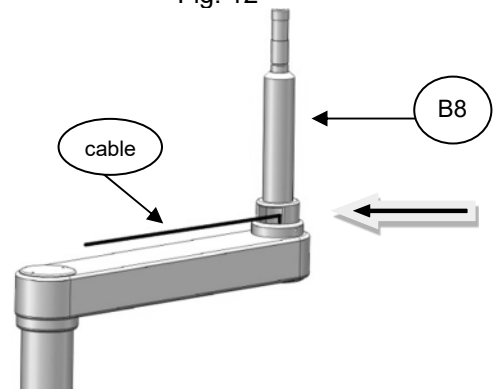

Fig. 14
13. En el extremos superior del brazo, donde está el resto de los cables, colocaremos el Eje Soporte Vesa = B8, haciendo que salgan dichos cables por la ranura a tal efecto, luego ajustamos los tres prisioneros M3 (Fig. 14)